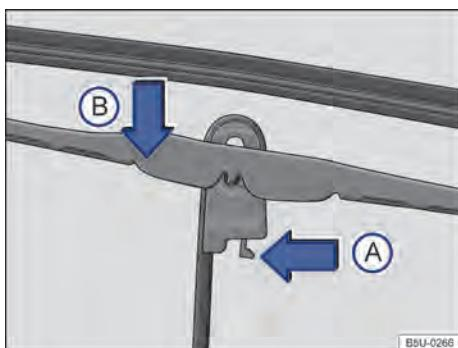

Fig. 150 Substituir as palhetas dos limpadores do para-brisa.
- Colocar a palheta em uma posição perpendicular em relação ao braço → Fig. 150.
- Apertar a trava de segurança no sentido da seta ②.
- Desencaixar a palheta no sentido da seta ③, deslocar no sentido oposto ao braço do limpador e remover no sentido oposto ao da seta ④.